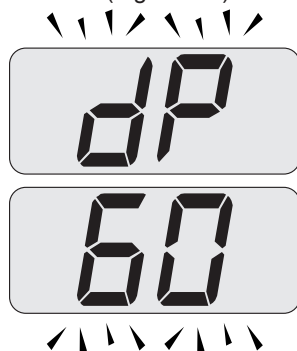

Figura 7.6
- Premere 3 volte il tasto 17 fino a far apparire sul display LCD le lettere **dp** (spazzacamino attivo in massimo sanitario) che si alternano con il valore di temperatura dell'acqua di riscaldamento (es. **60**), indicanti l'entrata nell'attivazione della "funzione spazzacamino" alla potenza massima in sanitario (Figura 7.6).